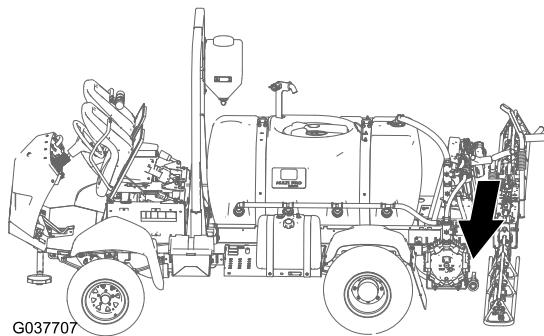
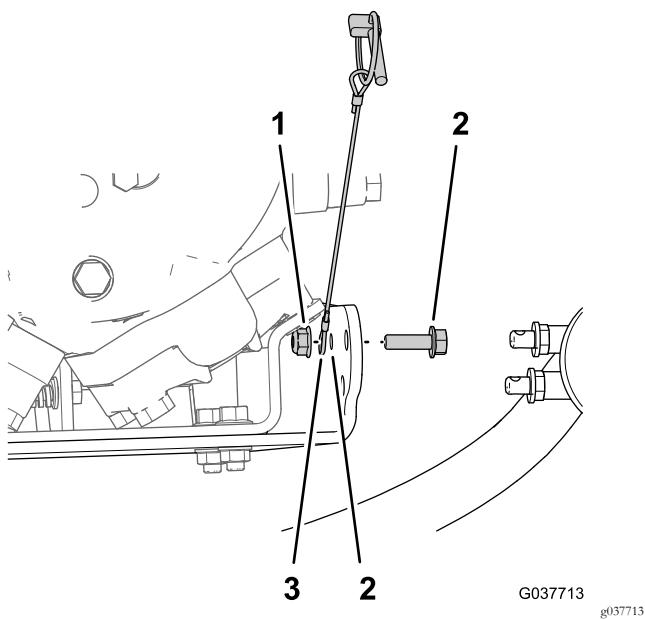

Figura 80
Figura 81
- Monte o cabo do pino de sujeição, parafuso de cabeça flangeada (5/16 x 1 pol.) e a porca de bloqueio flangeada (5/16 pol.) que removeu no passo 4 de Preparação da máquina \(página 5\) no furo de 8 mm no canto traseiro exterior do suporte da bomba do pulverizador (Figura 80 e Figura 81).